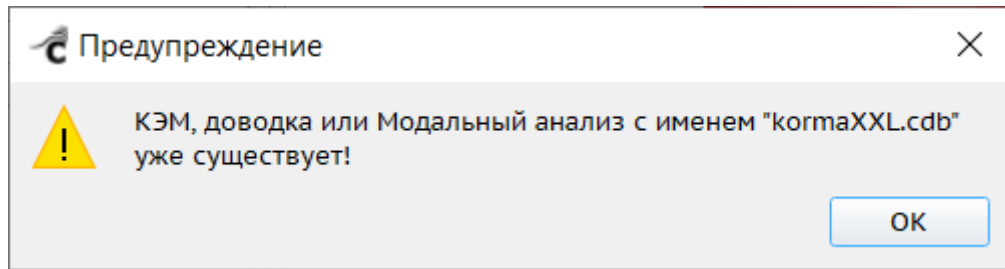

Рисунок 372 – Сообщение «КЭМ, доводка или Модальный анализ с именем <...> уже существует»
- «Имя КЭМ» – по умолчанию в поле задано имя родительской карточки «Модальный анализ», однако при необходимости его можно изменить. Новое имя должно быть уникальным для текущего проекта. Если введенное имя совпадает с именем уже существующих в текущем проекте КЭМ или другой карточки «Модальный анализ», при попытке сохранить настройки отобразится соответствующее уведомление (Рисунок 372) и сохранение не будет выполнено.